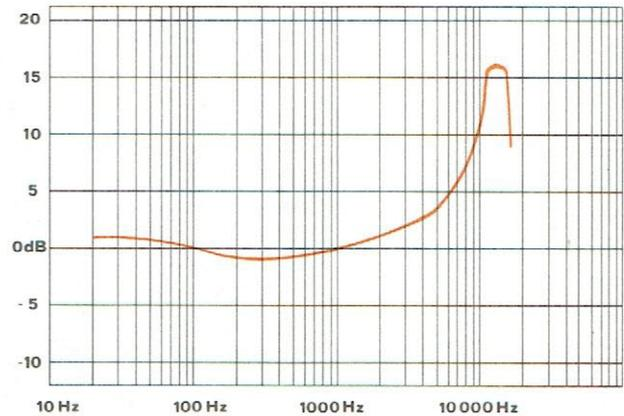

Fig. 25
## 5° - COURBE DE REPONSE (Fig. 25)
- Les rapports de  $V_s$  en fonction de la fréquence, à la tension  $V_s$  à  $f = 1$  kHz sont représentés par la courbe ci-dessus (figure 25).